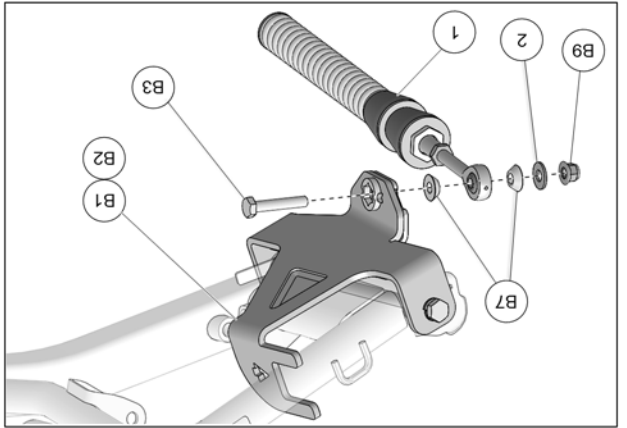

Fig. 10
11. Fixer le bras stabilisateur (1) à l'ancrage de suspension (B1-B2) à l'aide du boulon (B3), des espaces coniques (B7), de la rondelle (2) et de l'écrou autobloquant (B9). Serrer à un couple de 70 N•m [52 lb•pi]. Voir la Fig. 10